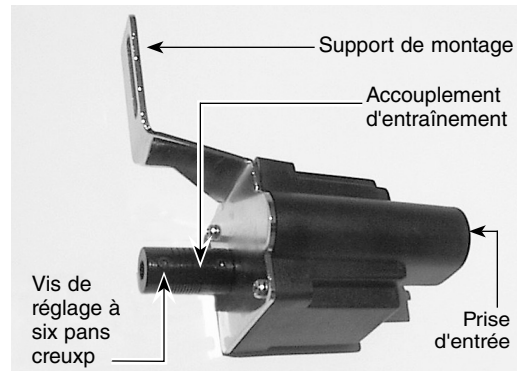

Figure 2. Moteur EQ-1M. La vis de réglage à l'extrémité de l'accouplement d'entraînement relie le moteur à l'extrémité droite de la vis sans fin RA.
2. Desserrez la vis à six pans creux sur l'accouplement de l'ensemble d'entraînement du moteur (voir **figure 2**) à l'aide de la clé Allen 2 mm fournie.
Insérez quatre piles type D dans le boîtier batterie. Les piles sont placées dans le sens indiqué sur le support blanc du boîtier en plastique. Branchez l'extrémité du cordon d'alimentation de la batterie à l'entrée d'alimentation DC sur la raquette. Raccordez la fiche de commande manuelle à la prise d'entrée du moteur (**figure 2**).